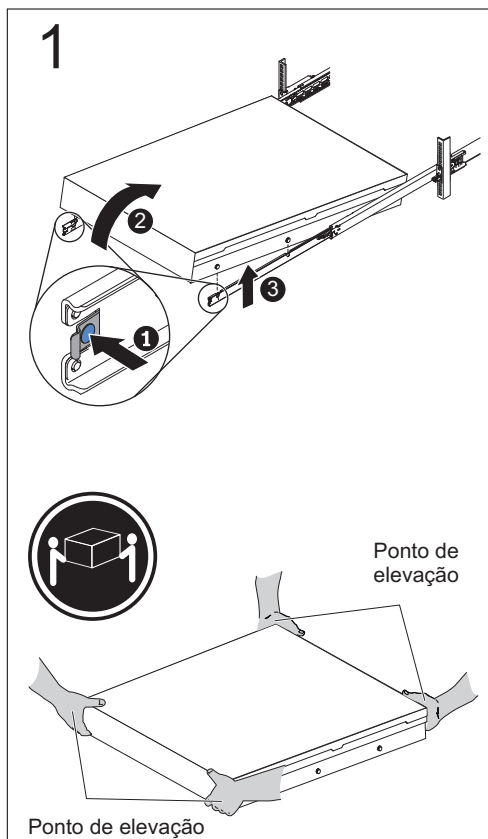

Figura 88. Removendo o SAN Volume Controller 2145-DH8 do Rack
2. Opcionalmente remova o nó do rack. Puxe as alavancas de travamento (1 em Figura 88 na página 117) para frente, e puxe o servidor para frente com os trilhos deslizantes.